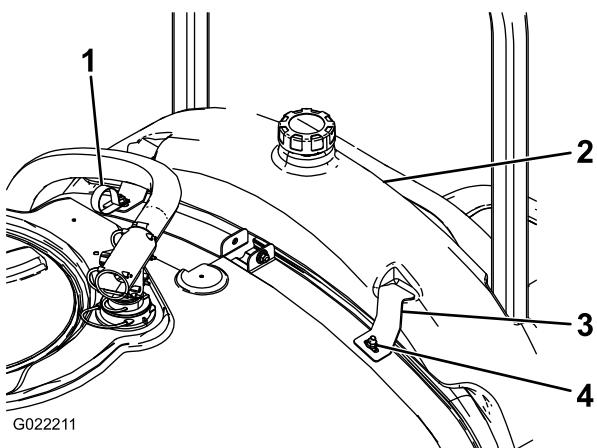

Figura 3
2. Montate il serbatoio di lavaggio come illustrato in Figura 3.
3. Utilizzando 2 rondelle grandi e 2 dadi flangiati montate le staffe del serbatoio di lavaggio e la fascetta fermo-cavi a R sui bulloni a testa tonda montati in precedenza (Figura 3).